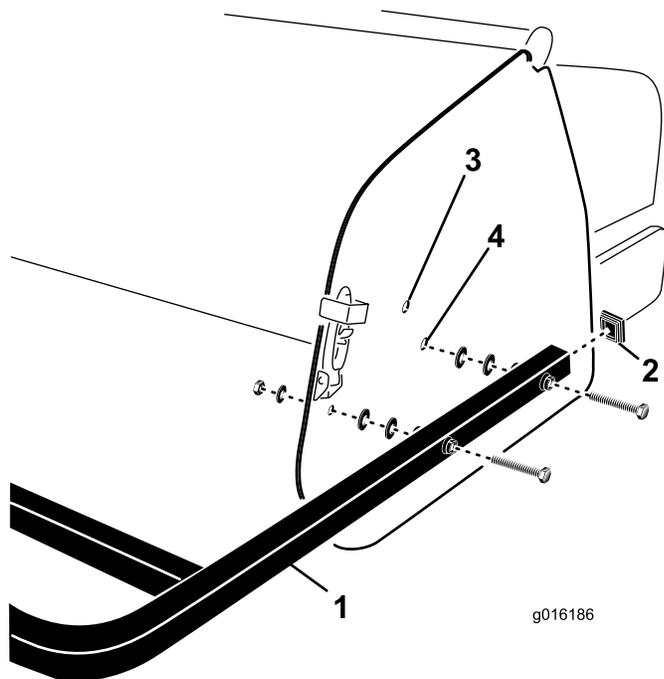

Рисунок 29
1. Вставьте торцевые крышки в торцы труб заднего ограждения (Рисунок 29).
2. Совместите отверстия в монтажных трубах заднего ограждения с отверстиями в боковых плитах аэратора (Рисунок 29).
3. Закрепите монтажные трубы ограждения на боковых плитах четырьмя винтами, плоскими шайбами и гайками (Рисунок 29).